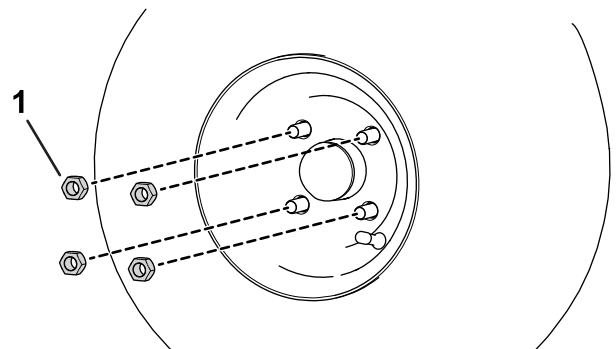

Figura 1
1. Retire as 4 porcas de rodas (Figura 1) que prendem a roda ao conjunto do cubo da roda.